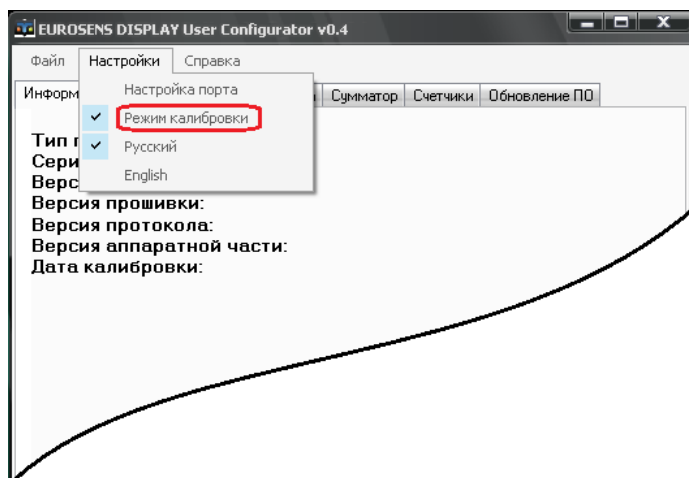

Рис.38
5) Зайти в пункт меню **"Настройки"** и установить галочку **"Режим калибровки"** (см. рис.38), если она не установлена.
3) Зайти в пункт меню **"Настройки"** и установить галочку **"Режим калибровки"** (см. рис.38), если она не установлена.
5) Зайти в пункт меню "Настройки" и снять галочку "Режим калибровки", если она установлена (см. рис.38).
3) Зайти в пункт меню **"Настройки"** и снять галочку **"Режим калибровки"**, если она установлена (см. рис.38).